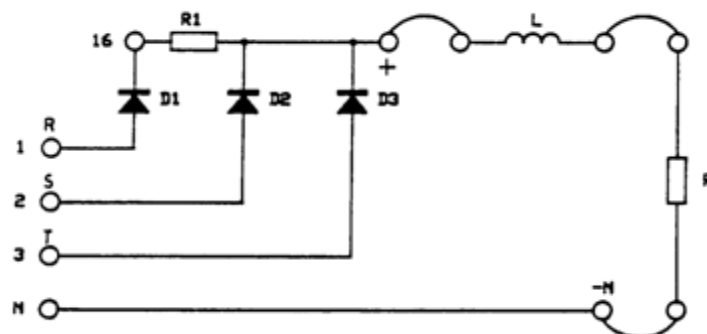

Figura 3: Conexión del rectificador trifásico de media onda con carga resistivo-inductiva.
- Conecte la inductancia en serie con la resistencia como en la Figura 3.